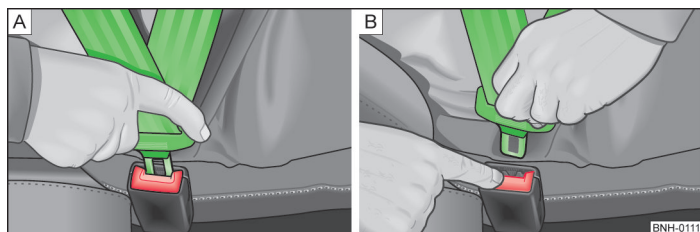

Fig. 79 Colocar y quitar el cinturón de seguridad
- Introducir la lengüeta en el cierre correspondiente al asiento » fig. 79 - [A] hasta que se oiga como encaja.
- Pulsar la tecla roja en el cierre del cinturón » fig. 79 - [B], la lengüeta del cinturón saldrá disparada.